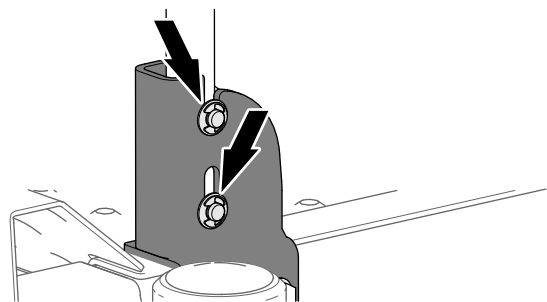

Figura 10
3. Asegúrese de que el asidero esté totalmente asentado en las ranuras del soporte, tal y como se muestra en la Figura 10.